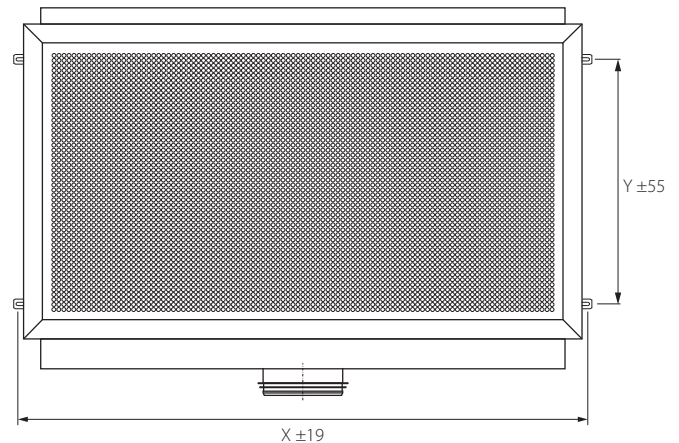

Bild 4. Upphängningsmått HotelAir, mått (mm).
- Se måttabell **T1** och bild 4 för upphängningsmått.